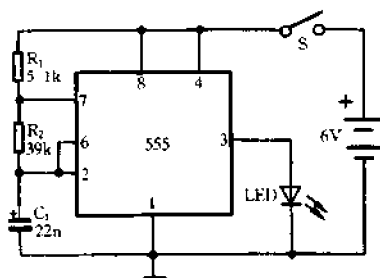

图 4-251 搭电路检测 555 时基电路工作情况
这种方法比较直观可靠。测试电路如图 4-251 所示,它是一个典型的无稳态多谐振荡器。按电路图将各元件连接好,按下开关 S 时,LED 应闪烁发光。如用万用表直流电压挡测量 ③脚电压值,应一高一低的周期性发生变化,指针来回摆动。如果被测 555 时基电路有问题,③脚电压将始终保持在高电位或低电位,发光二极管将不会闪烁发光,而是一直亮或一直灭。